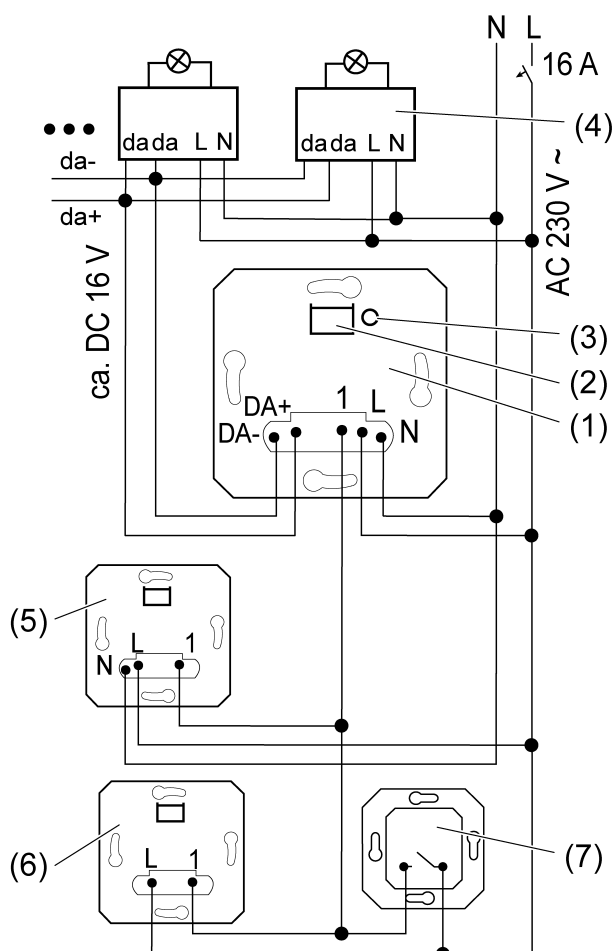

Bild 1: Anschlussplan mit optionalen Nebenstellen
- DALI-Einsatz (1) und DALI-Teilnehmer (4) gemäß Anschlussplan anschließen (siehe Bild 1).
- i** Durch kurze Betätigung der Taste Test (3) kann die angeschlossene Beleuchtung auch ohne Aufsatz geschaltet werden.